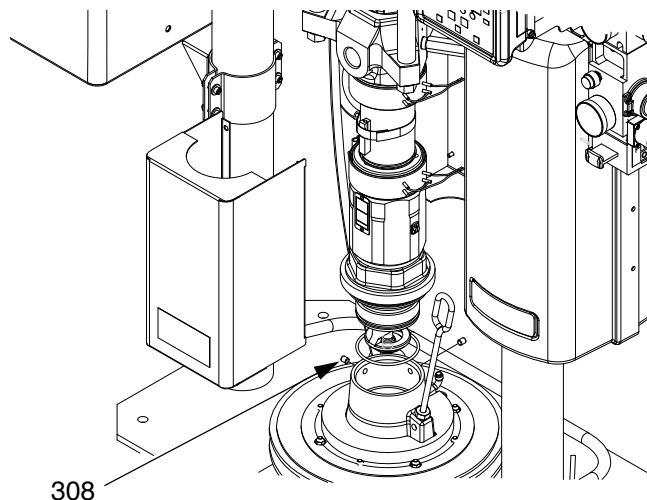

ABB. 42: Befestigung für 20-, 30- und 60-Liter
1. O-Ring auf Pumpeneinlass platzieren. Siehe ABB. 42.
3. Pumpe mit Schrauben (308) an Platten sichern.